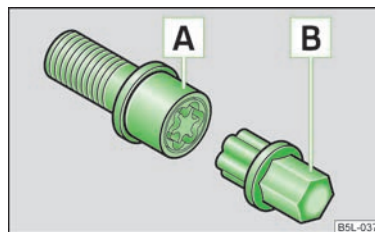

Abb. 112
- › Den Adapter » Abb. 112 mit dessen verzahnten Seite bis zum Anschlag in die innere Verzahnung der Anti-Diebstahl-Radschraube stecken, sodass nur noch der äußere Sechskant herausragt » Abb. 112.